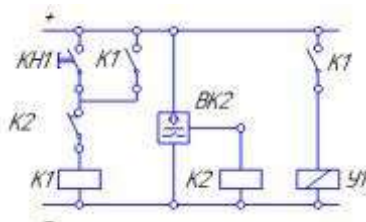

Рисунок 23.1 – Вариант 1 Изучение схем включения датчика положения штока гидроцилиндра индуктивного типа
- 2 Начертить электрическую схему рис.23.1, 23.2.